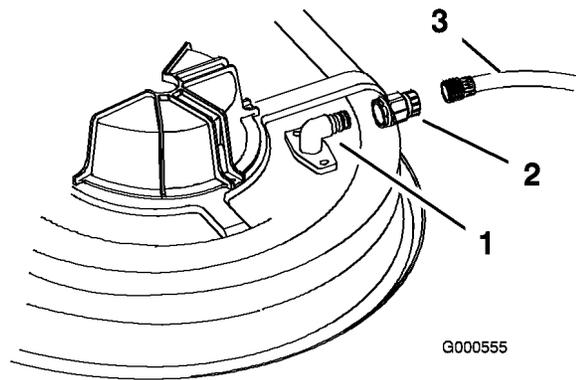

Figura 51
- Conecte el acoplamiento de la manguera al extremo del conector de lavado del cortacésped, y abra el grifo al máximo (Figura 51).